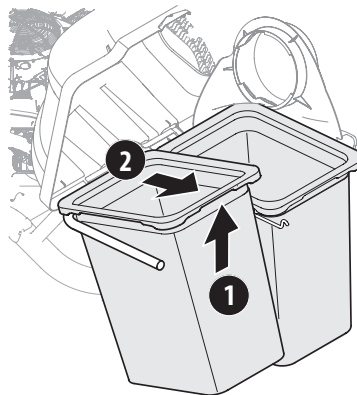

Figura 33
3. Extraiga ambos conjuntos de bolsas de las ménsulas de soporte para bolsas, para lo cual debe levantar el borde trasero primero y luego deslizar el borde delantero hacia fuera y arriba hasta que se aleje del bastidor. Consulte la Figura 33.